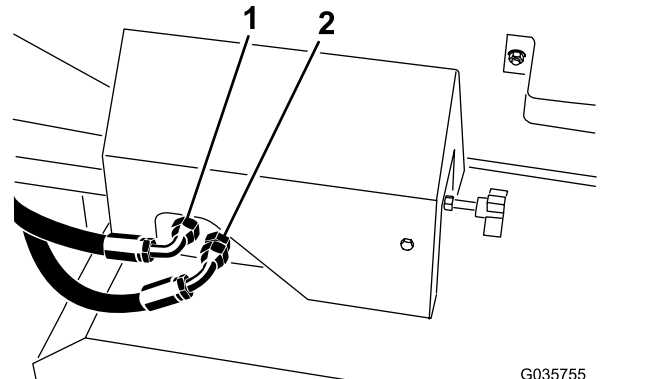

Figura 21
2. Retire los tapones e instale las mangueras que retiró previamente en la delantera del bloque del colector (Figura 21).